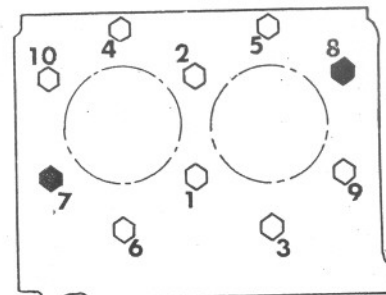
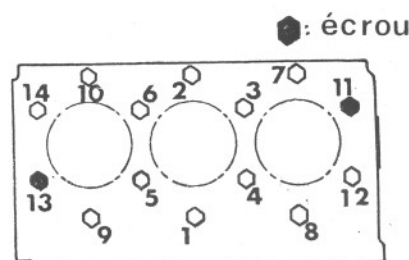

Fig. 1
Fig. 2
- Ordre chronologique de serrage : voir fig. 1 pour 2,60 fig. 2 pour 3,90